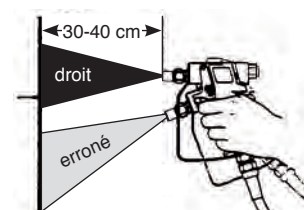

Fig. 46
- Tenez le pistolet de pulvérisation à angle droit (90°) par rapport à la surface à pulvériser. Dès que vous tenez le pistolet de pulvérisation à un autre angle, le revêtement sera irrégulier et tacheté (voir Fig. 46).